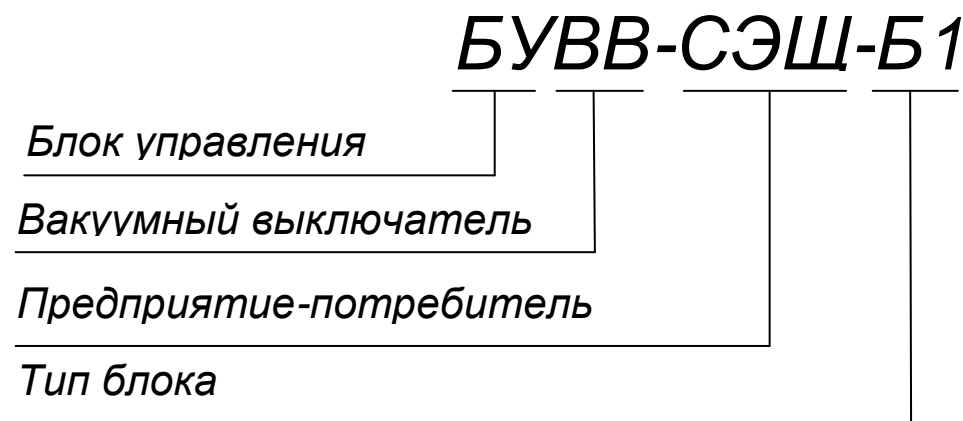

Рис. 1
1.1.5 Условное обозначение блока управления приведено на рис. 1.